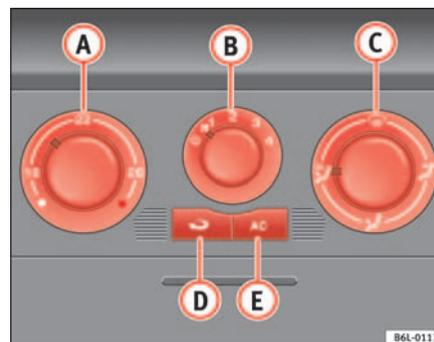

Fig. 86 Mandos del Aire Acondicionado en el tablero de instrumentos
- Con los reguladores  $\Rightarrow$  fig. 86 A y C y con el mando B se regula la temperatura, la velocidad del ventilador y la distribución del aire.